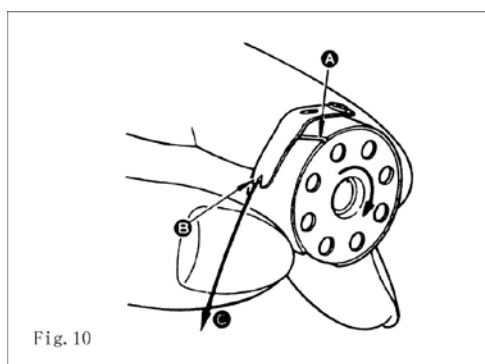

Fig. 10
8. Установка шпули в шпульный колпачок (Fig.10)